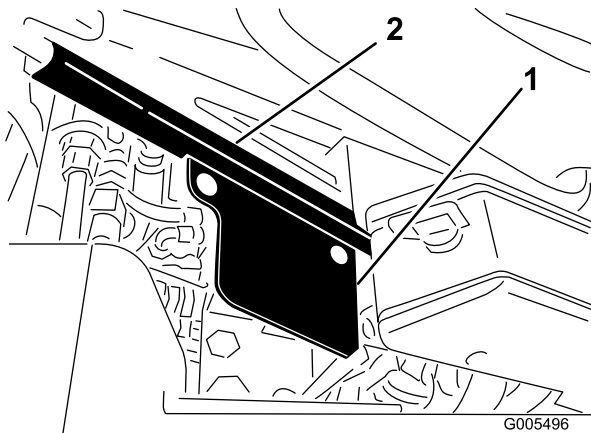

図 8
7. シート・ベースの右側にバルブ・シールドを取り付ける。キャリッジ・ボルト（5/16 x 5/8 in）とナットを使用。シールドは図 8 のように組み付ける。